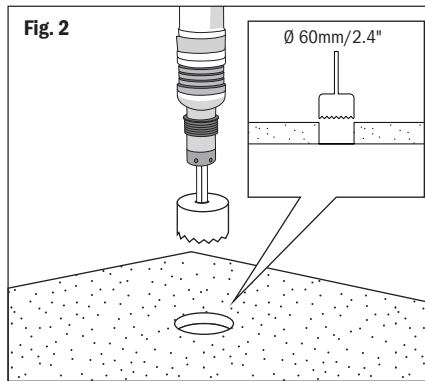

Fig. 3
2) Avec un maillet / marteau en plastique, fixez l'appareil dans le trou. (Fig.3)
2) Using a plastic mallet/hammer, secure the fixture to the hole. (Fig.3)